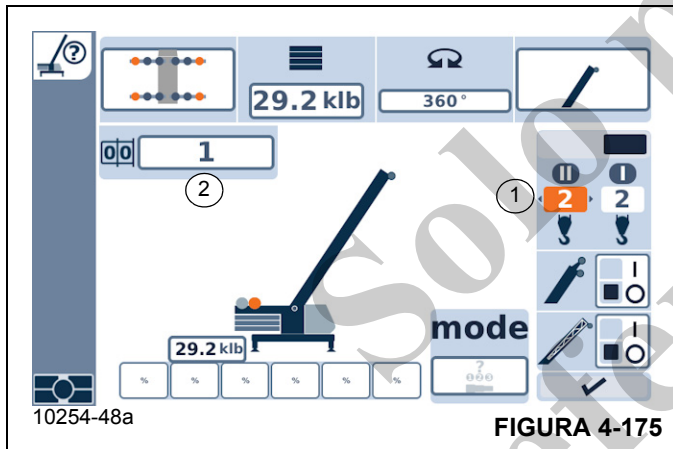

FIGURA 4-175
- Seleccione y confirme el símbolo (1, Figura 4-175); se muestran las flechas a la izquierda y a la derecha.
La pantalla muestra el código RCL correspondiente (2, Figura 4-175).